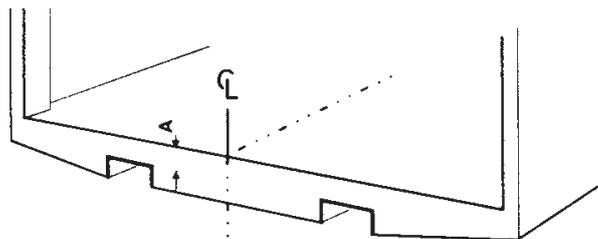

Abbildung 13. Den Mittelpunkt an der Hecktraverse des Fahrzeugs ausmessen und markieren
1. Mittelpunkt an der Hecktraverse des Fahrzeugs ausmessen und markieren, siehe Abbildung 13.